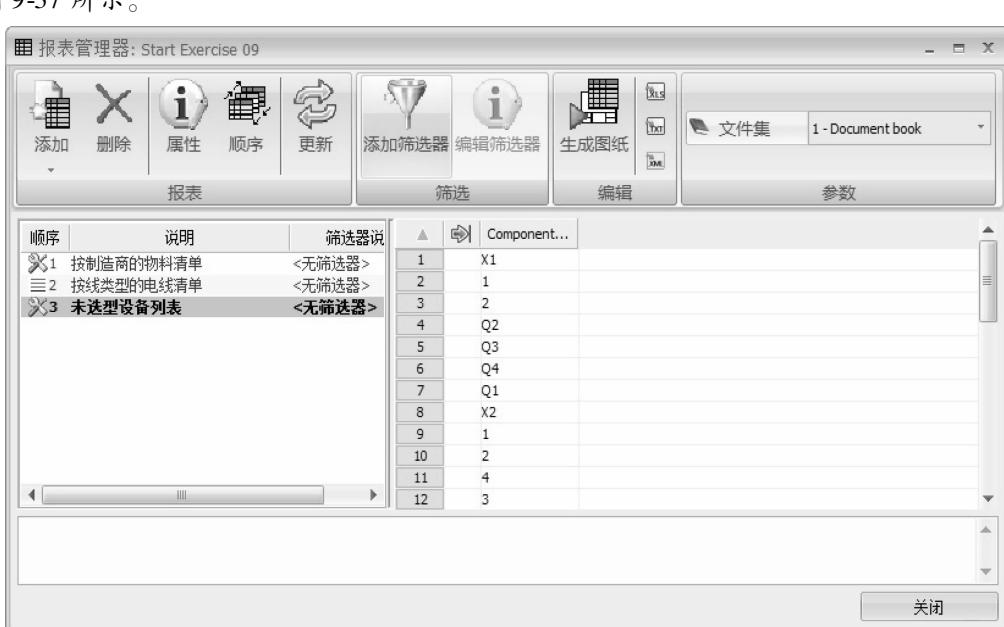

图 9-37 浏览工程报表
**步骤 7 浏览工程报表** 保存更改，打开【报表管理器】，单击【添加】，添加新报表并预览结果信息，如图 9-37 所示。